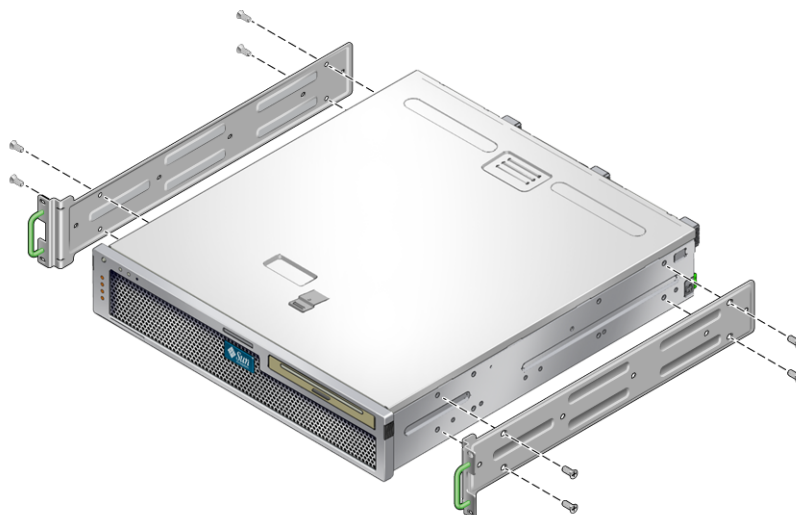

FIGURE 3-7 Fixation du support de montage fixe au serveur
- 2. À l’aide de quatre des vis cruciformes à tête plate M5 × de 8 mm fournies, fixez chacun des supports de montage fixe de part et d’autre du serveur (FIGURE 3-7).**